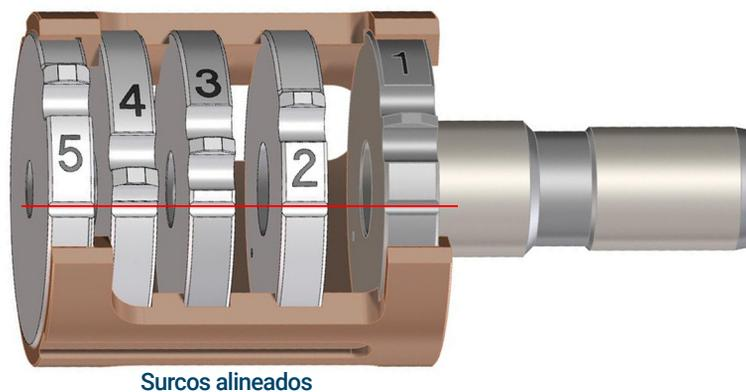

Figura 59. Tubo de lentes de El HES montada
- 1 Monte las cinco lentes en el aislante de las lentes. (Consulte la Figura 59). El número de las lentes está grabado en la circunferencia externa de cada lente.